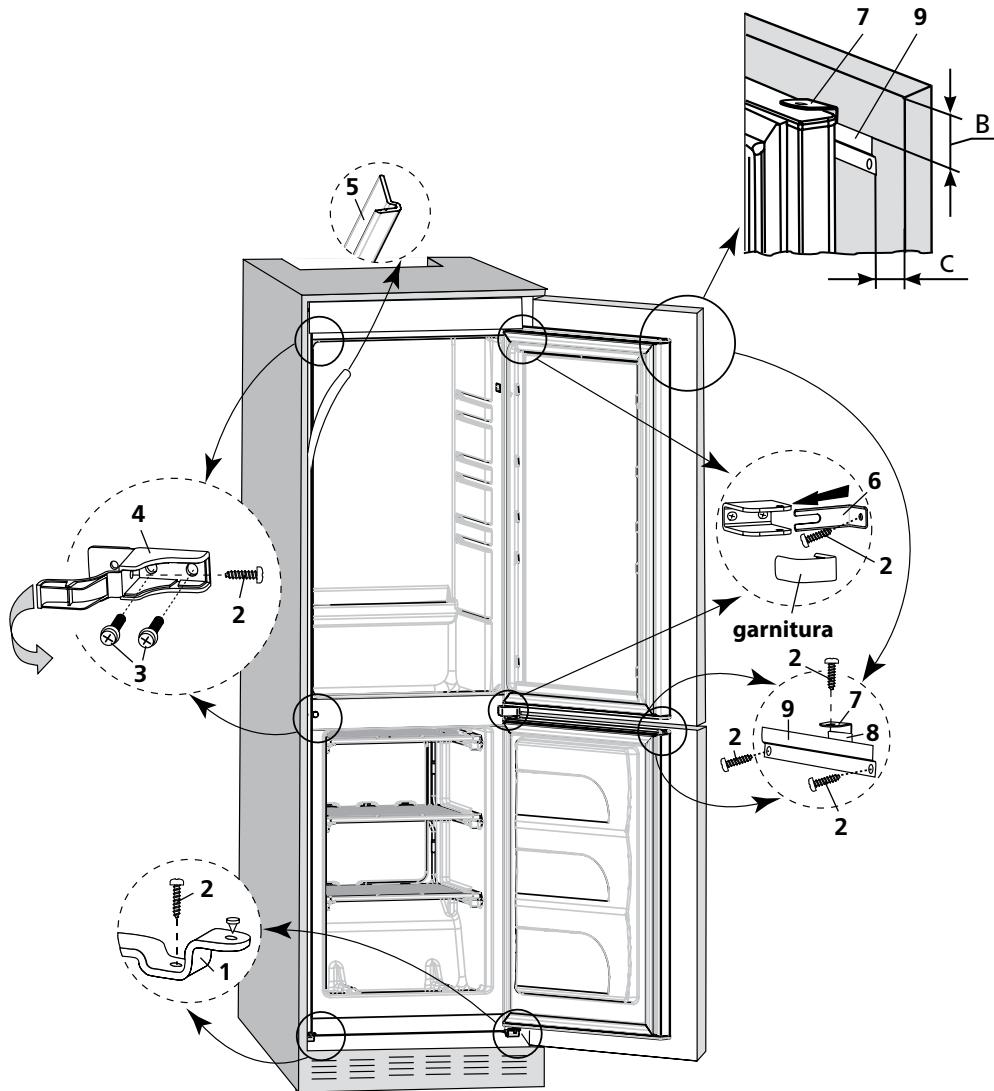
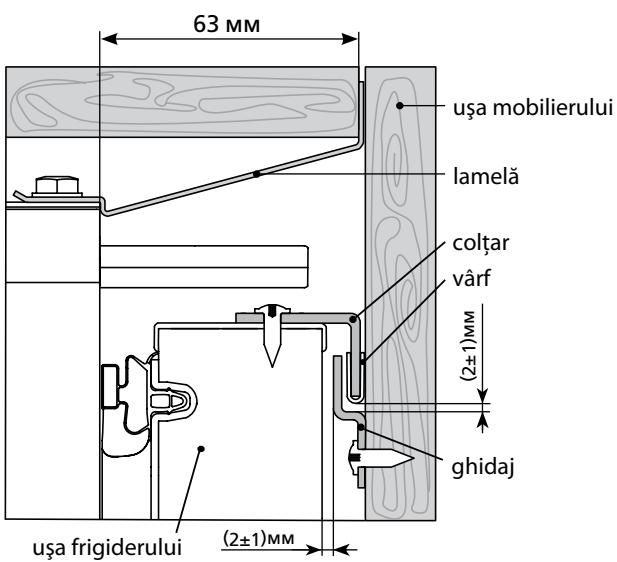

Figura 8 – Schema montării frigiderului
Figura 9 – Schema montării ușilor frigiderului și a mobilierului
3.1.4 Lipiți panoul decorativ 5 în conformitate cu figura 8, înălțurând banda de protecție a stratului lipicios, de pe suprafața laterală a frigiderului din partea de deschidere a ușii. Dacă este necesar, scurtați panoul decorativ după înălțimea mobiliei.
3.2.3 Instalați consolele 4, în conformitate cu figura 8, înălțurând anterior capacele decorative din orificiile frigiderului. Fixați consolele cu două șuruburi 3.
ATENȚIE! Distanța de la dulapul frigiderului până la proiecțarea lamelei, în conformitate cu figura 9, trebuie să fie respectată de-a lungul înălțimii frigiderului. Pentru a asigura închiderea strânsă a ușii frigiderului distanța dată trebuie să fie de 63 mm.
Pentru montarea frigiderului la peretele lateral al mobilierului (din partea de deschidere a ușii) trebuie să fixați cu un șurub 2 în direcție orizontală fiecare din console 4 în conformitate cu figura 8 și să acoperiți consola cu capacul.
3.2.7 Montați frigiderul la baza mobilierului: strângeți șuruburile 2 în consolele 1, în conformitate cu figura 8.
Pentru a fixa ușa frigiderului la ușa mobilierului, în conformitate cu figura 8 este necesar:
— fixați cu două șuruburi 2 ghidajul 9 pe partea de sus interioară a ușii deschise a mobilierului. Dimensiunea C în conformitate cu figura 8 trebuie să fie egală cu grosimea peretelui mobilierului, plus 20 mm. Dimensiunea B se determină de unirea colțarului 7 cu ghidajul 9 în conformitate cu desenele 8, 9. Deplasând ghidajul pe verticală (slăbind șuruburile de fixare în prealabil), trebuie de asigurat un spațiu de (2 ± 1) mm între ghidaj și vârful colțarului în conformitate cu figura 9 pentru a evita blocarea ușilor la deschidere simultană. Strângeți bine șuruburile de fixare a ghidajului.
3.3.2 Uniți ușa frigiderului și a mobilierului: slăbiți fixarea colțarului, prindeți-l în cursă cu ghidajul. Deplasând colțarul în direcția ușii mobilierului, trebuie să asigurați un spațiu de (2 ± 1) mm între ghidaj și ușa frigiderului, în conformitate cu figura 9, pentru a evita frecarea ghidajului de ușa frigiderului. Strângeți bine șurubul de fixare a colțarului.